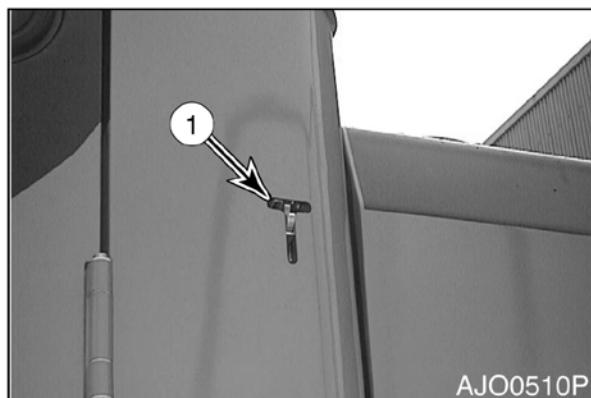

Рис. 105
1. Дверная защелка (1, рис. 105) используется для крепления открытой двери к стенке кабины.